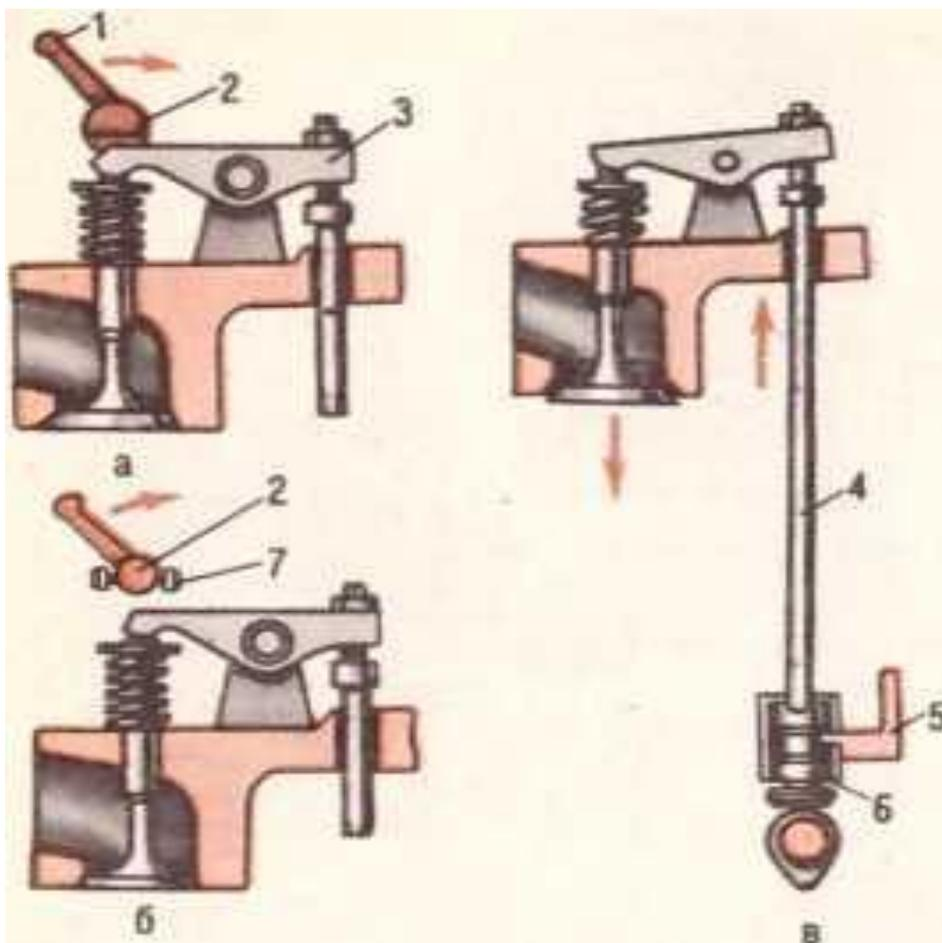

Рисунок 6 - Декомпрессионный механизм:
**Устройство.** Декомпрессионный механизм состоит из валика 2 (рис. 6, а), размещенного в подшипниках над клапанными коромыслами 3 механизма газораспределения, и рычага 1 управления. На валике сделаны выточки, расположенные над коромыслами, или в эти валики ввернуты болты 7 (рис. 6, б) с круглыми головками. У некоторых дизелей применена иная конструкция: на толкателях 6 (рис. 6, в) делают выточки, а рядом располагают валики 2 с рычагом. Валики также на своих концах имеют выточки, которые входят в выточки толкателей.